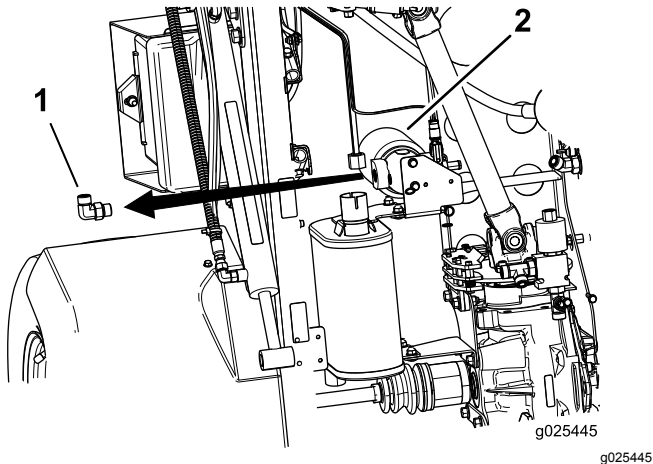

Figura 14
1. Togliete il raccordo a 90° preesistente dal filtro del fluido idraulico (Figura 14).